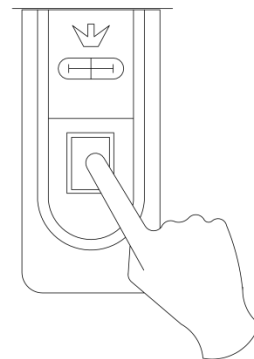

Рис.3
3. Подача электропитания на блок управления. (Рис. 3.)